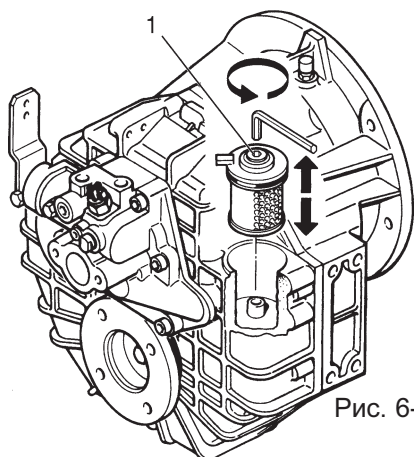

Рис. 6-4
При замене масла следует менять также масляный фильтр (см. рис. 6-4,5, п. 1).
1. Поверните винт на крышке фильтра против часовой стрелки и выньте фильтр из корпуса (см. рис. 6-4). Используйте 6 мм торцевой ключ.